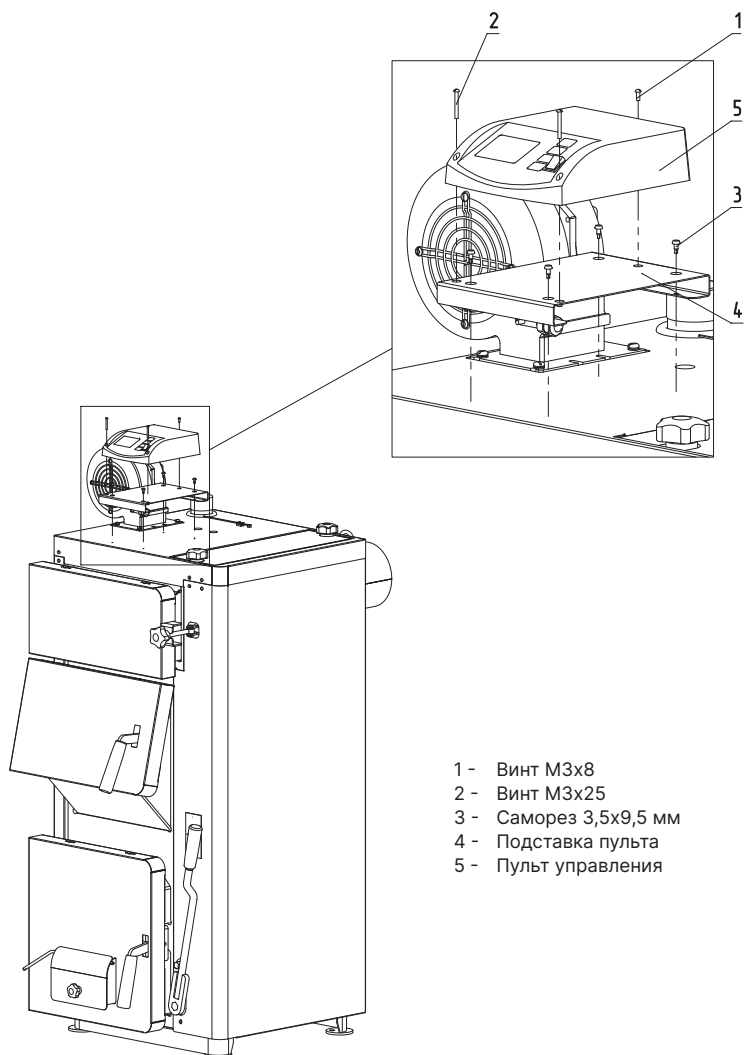

Рис.18 Установка пульта управления на котел ZOTA Magna 15 - 35 кВт
- Закрепить подставку пульта (Рис.18, поз.4) саморезами (Рис.18, поз.3) на верхней части котла;
- На подставку пульта установить пульт управления (Рис.18, поз.5) и зафиксировать его винтами (Рис.18, поз.1, поз.2).